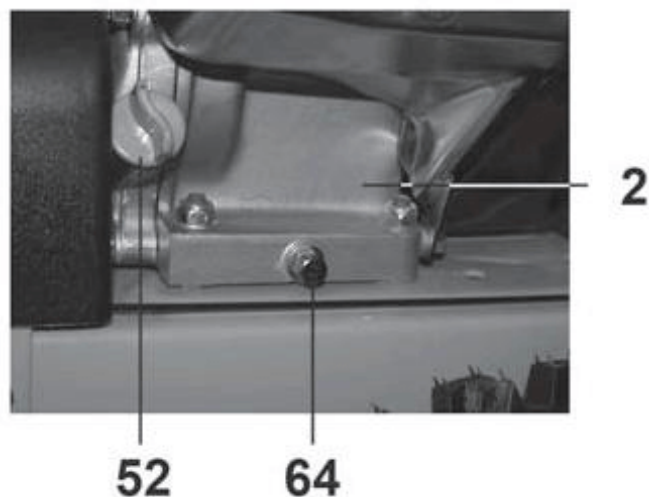

рис.28
## 9.5. Проверка натяжения тросиков привода щетки и колес (Рис.28).
**9.6. Регулировка тросиков привода (рис.28).**